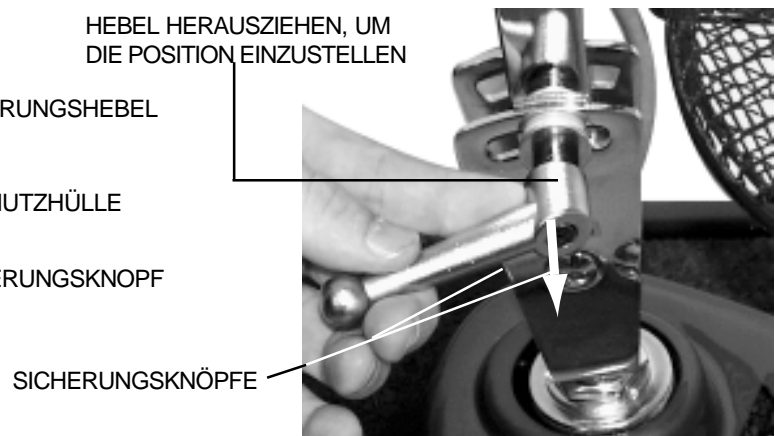

ABB. 10A. EINSTELLUNG DER LENKERWINKE (BEI ABGEBAUTER LENKERSCHUTZHÜLLE)
2. Sicherungsknöpfe drücken und den Lenker in eine für Sie bequeme Position stellen. Siehe Abb. 10A